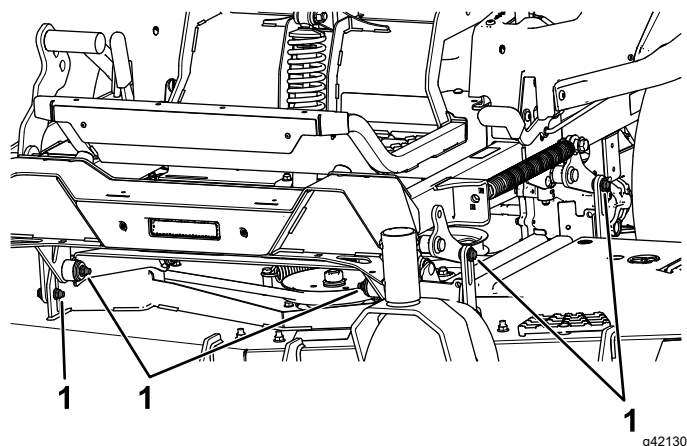

Figura 91
7. Rimuovete e conservate dadi e bulloni su ambo i lati della macchina (Figura 91).